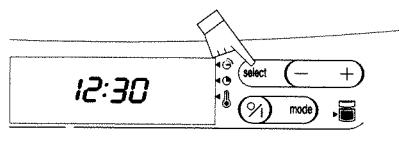

Fig. 3
- soit appuyer sur la touche (fig. 3).